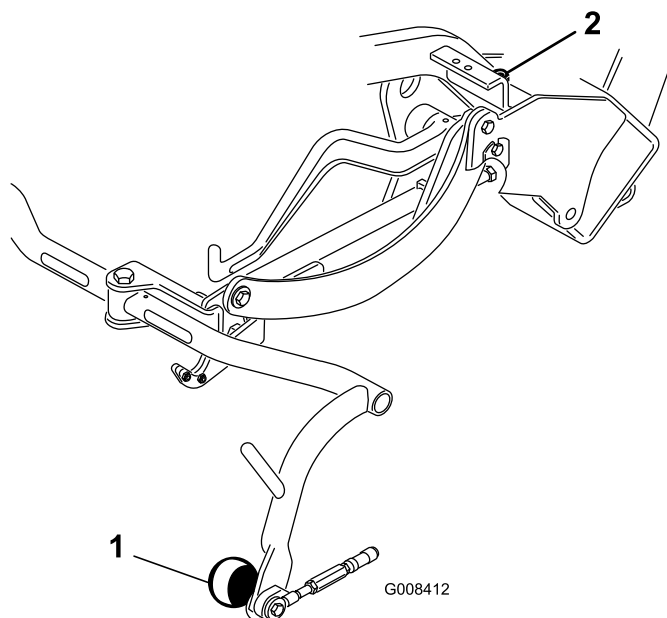

図 9
3. 調整が必要な場合には、キャリアフレームのストップねじ（図 9）についているジャムナットをゆるめ、ストップねじの高さを変えてキャリアフレームの高さを調整する。調整ができたならジャムナットを締めて調整を固定する。